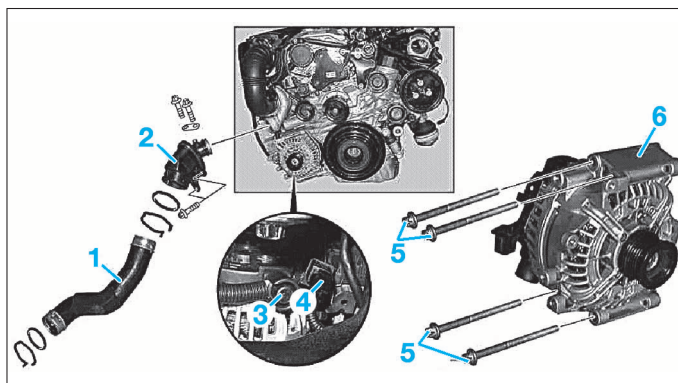

FIG. 1
- la durit d'air de suralimentation (1) (Fig.1).
- le collecteur d'air de suralimentation (2).
- Dévisser et débrancher les cosses (3) et (4).
- les fixations (5).
- l'alternateur (6) par le haut.